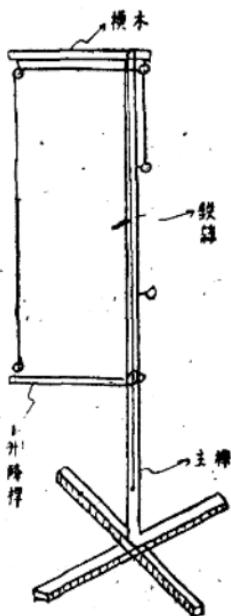

图 8
6. 活动量距托尺架：根据量距的要求，在每尺段中間加1~2个托尺桩，为了晚上操作便利起見，特制活动托尺架，如图8所示。